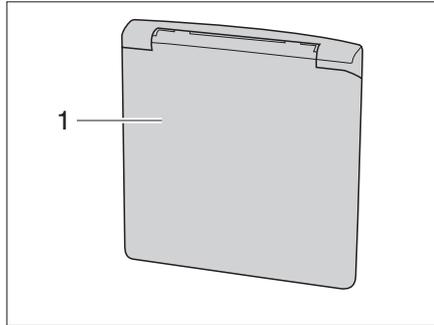

Fig. 13 Clapet pour prise 230 V
- ▶ Saisir le clapet extérieur (Fig. 13,1) par le bas et le relever vers le haut.